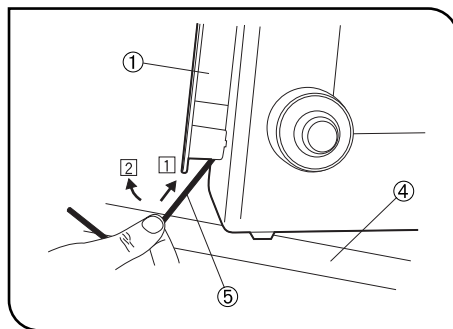

Fig. 8
Placer le statif du microscope au bord du plan de travail ④, placer la clé Allen ⑤ au niveau de la partie inférieure du porte-cordon ① et faire remonter le porte-cordon en poussant la clé Allen dans les directions ① et ② pour retirer le porte-cordon. (Fig. 8)